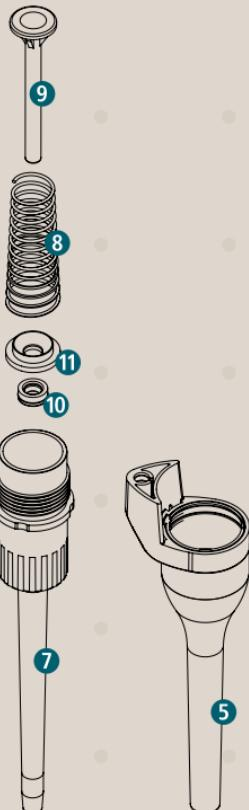

Abb. 5
- Entnehmen Sie den O-Ring **7a**, die Feder **8** und den Kolben **9** (Abb. 5).
- Entnehmen Sie den Stützring **11** (nur Modelle 100 µl, 200 µl und 1000 µl) (Abb. 5).